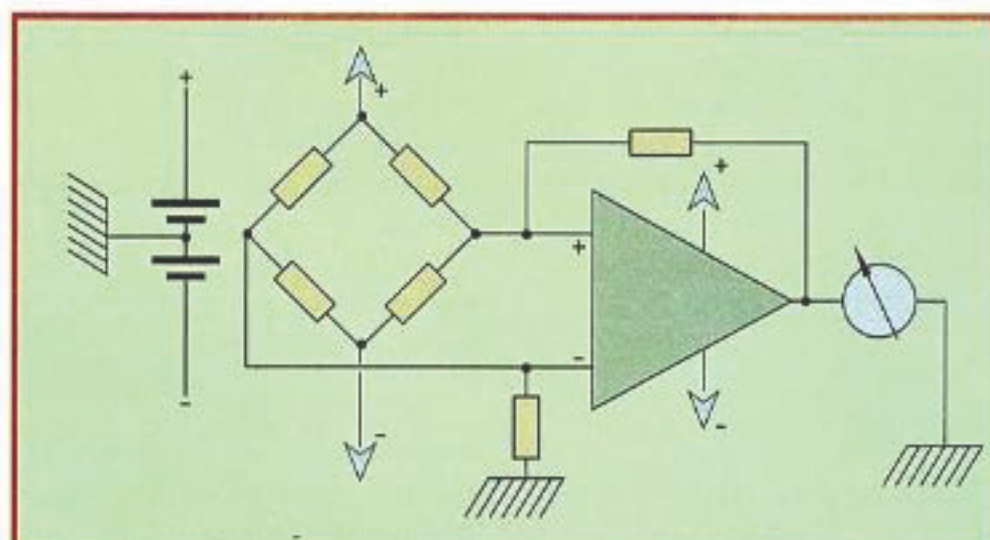

Figure 7. Un pont suivi d'un ampli op.
** La figure 7, vous donne, à titre indicatif, le montage simplifié d'un pont suivi d'un amplificateur opérationnel.